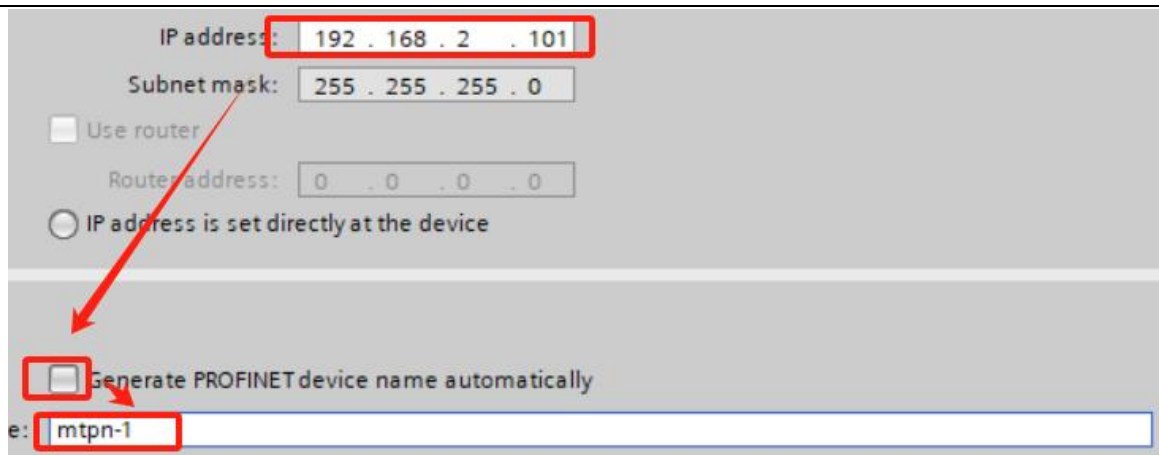

图 21 驱动器配置下从站网络设置方式
(4) 网络配置方法采用驱动器配置，如图 21 所示：设置从站的 IP 地址及子网掩码（保证与主 PLC 一个网段，且与驱动器设置的一致）并且不勾选自动生成设备名称，填入驱动器生成的名称（P32.00 = n，生成的名称为 mtpn-n，填入的名称必须与驱动器生成的保持一致）。依次配置其他驱动器。